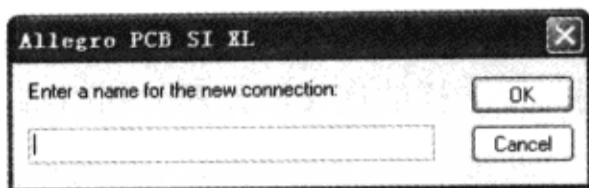
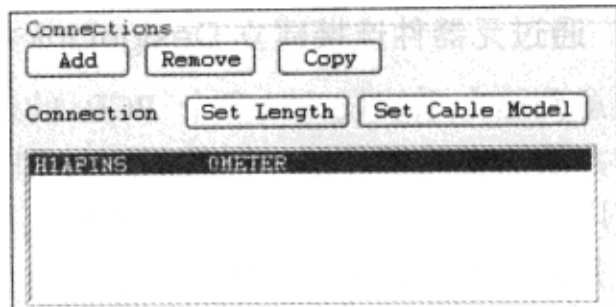

图 5-2-9 添加新连接
图 5-2-10 建立连接
(9) 在“System Configuration Editor”对话框的“Connections”区域单击“Add”按钮，弹出对话框，添加新连接，如图 5-2-9 所示。
(10) 输入“H1A pins”→单击“OK”按钮，弹出对话框，设置连接长度。
(11) 输入“0”→单击“OK”按钮，如果输入了一个为 0 的长度值，“Model Browser”对话框显示允许浏览 Cable 模型并为连接器分配模型，如图 5-2-10 所示。